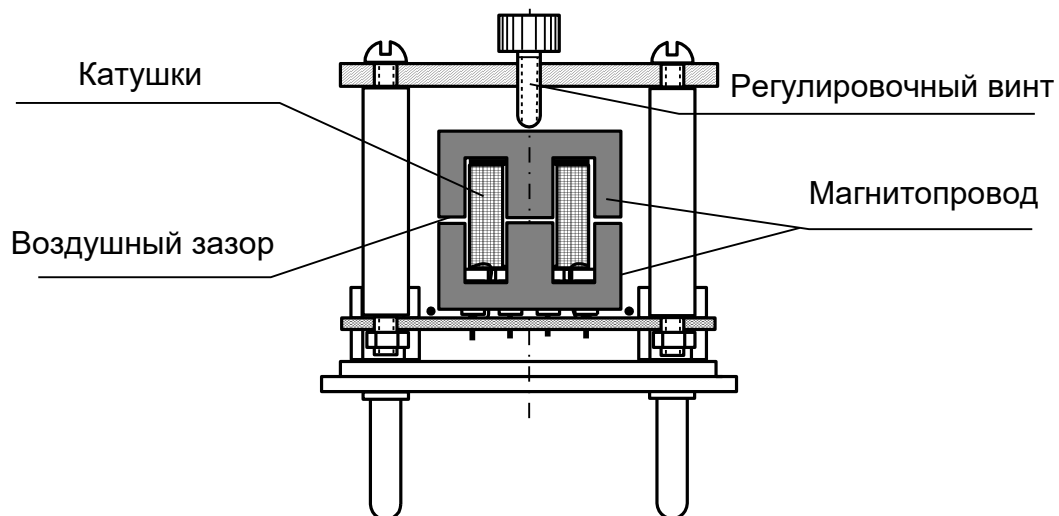

Рис.5.2. Магнитная цепь.
Исследуемая магнитная цепь схематично показана на рис. 5.2.
- Повторите опыт при всех значениях тока, указанных в табл. 5.1, рассчитайте магнитный поток $\Phi = U_{\text{вых}} \cdot RC/w$ и магнитодвижущую силу I . Постройте экспериментальные графики $\Phi(Iw)$ на рис. 5.2.
- По размерам, указанным на рис. 5.2 определите длины средних линий участков магнитной цепи l_1 и l_2 (при $\delta = 0$), а также их сечения S_1 и S_2 .